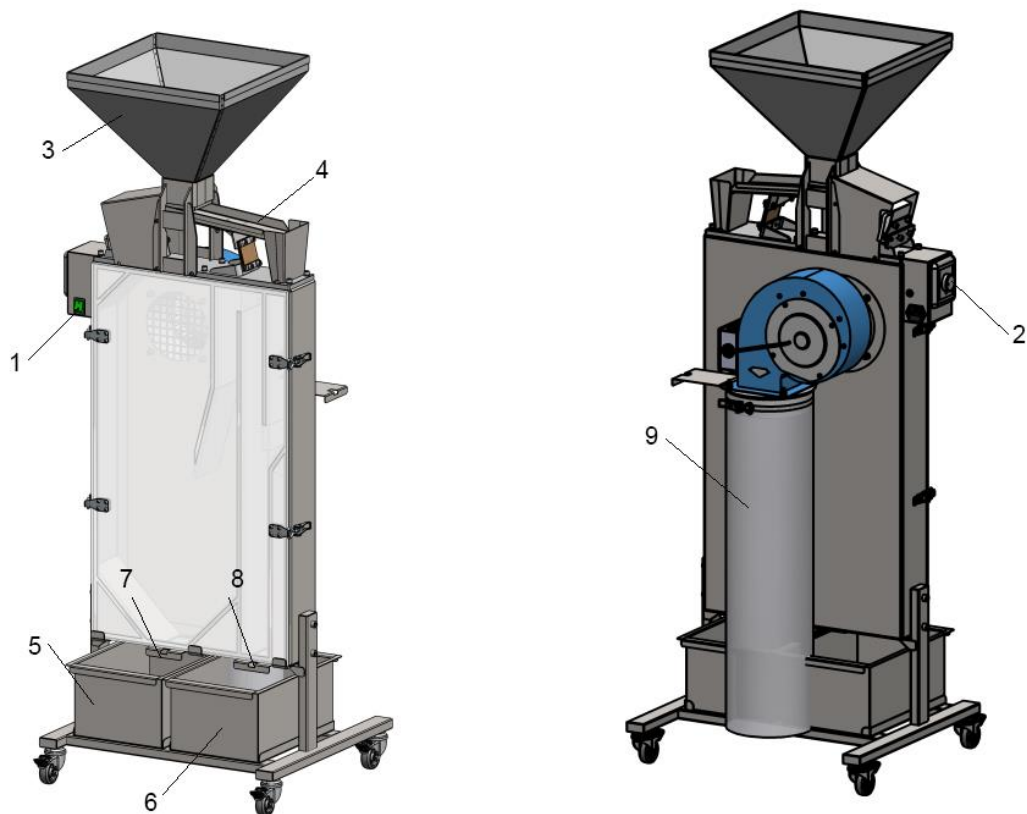

Рис. 1
4.7.1 Загальний вигляд приладу наведено на рис. 1. На рисунках зазначено:
- 4.8.2 Встановіть лівий та правий лотки (поз. 5, 6, рис. 1) в робоче положення;
- 4.8.3 За необхідності відрегулюйте положення лівої та правої заслінок (поз. 7, 8 рис. 1);
- 4.8.4 Увімкніть сепаратор за допомогою вимикача живлення (поз. 1 рис. 1).
- 4.8.5 Засипте матеріал в воронку сепаратора (поз. 3 рис. 1)
- 4.8.6 Налаштуйте швидкість віброживильника за допомогою регулятора швидкості віброживильника (поз. 2 рис. 1);
- 4.8.8 Регулярно очищуйте фільтрувальний мішок (поз. 9 рис. 1)
- 4.8.9 Після закінчення роботи вимкніть сепаратор за допомогою вимикача живлення (поз. 1 рис. 1).